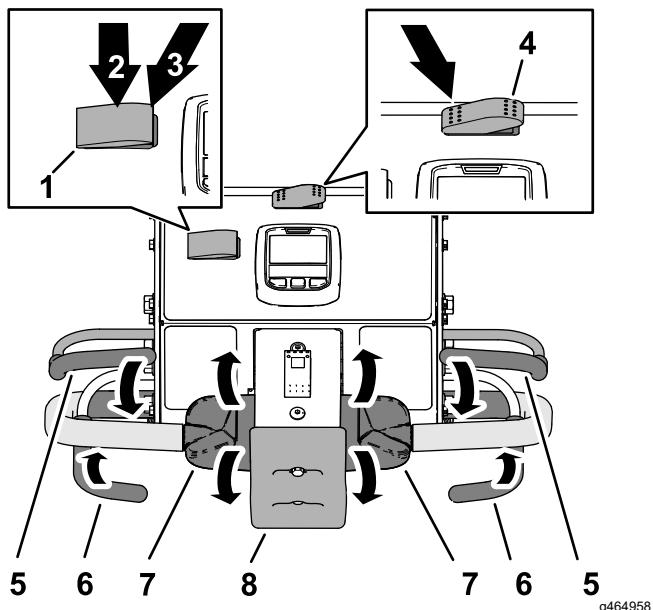

Figura 82
- Premete l'interruttore trasporto/arieggiatura selezionando ARIEGGIATURA (Figura 82).